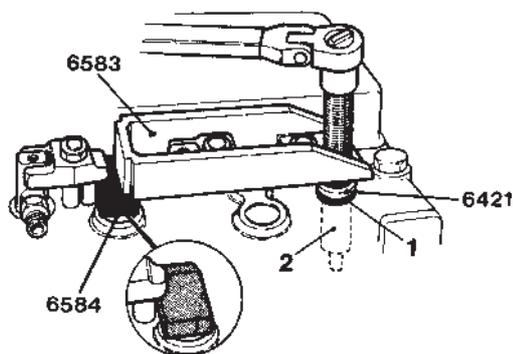

Fig. 152. Montage de la douille en cuivre et de la bague d'acier (série 60)
11. **Série 60** : placer l'outil 6584 sur l'une des têtes de vis de culasse pour servir d'appui à la presse à main 6583 (figure 152). Visser la presse à main avec l'écrou de fixation de l'injecteur pour qu'elle soit parallèle avec la culasse.